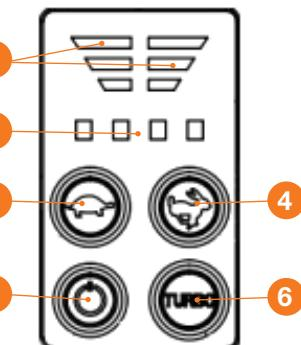

Рис. 12
2. Включите воздуходувку. Нажмите кнопку включения **5** (Рис. 12) на панели управления, мотор включится и на дисплее отобразиться степень заряда батареи **1** для каждой из батарей и скорость воздушного потока **2**.